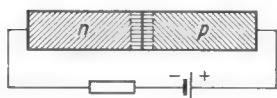

Bild 10.7. Anschluß einer Kristalldiode in Durchlaßrichtung
2. Wird die Stromquelle nach **Bild 10.7** umgekehrt angeschlossen, so ist auch alles andere umgekehrt: Die Grenzschicht wird nicht verbreitert, sondern schmäler, und das Span-